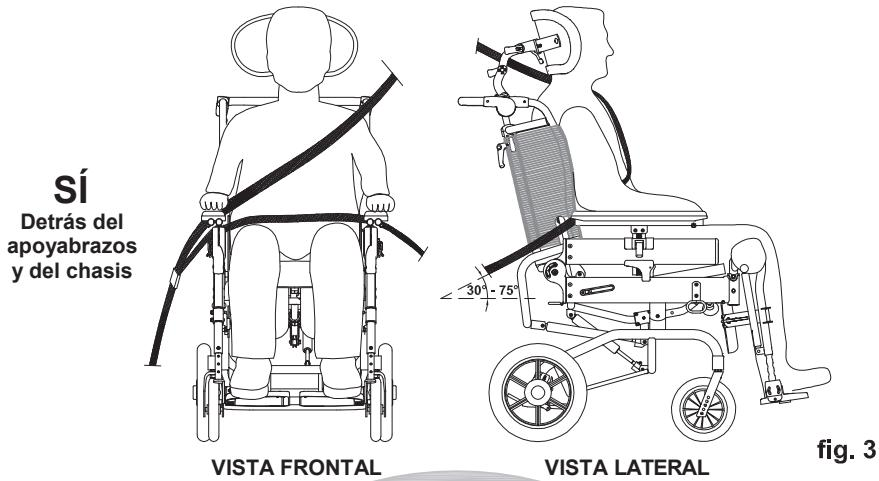

fig. 3
- **LA SILLA DE PASEO DEBE SUJETARSE AL VEHÍCULO CON EL RESPALDO Y EL REPOSAPIÉS EN POSICIÓN VERTICAL mediante: 1) un sistema de cinturones de sujeción de 4 puntos conforme con la norma ISO 10542-2 suministrado con el vehículo (ver fig.2 pág. 14) y 2) el accesorio 891 – ANCLAJES (4 anillos) (ver fig. 1 pág.13, fig. 2 pág. 14 y fig.3 pág.15)**
- para que funcionen eficazmente, los cinturones de sujeción deben adherirse bien al cuerpo del usuario: prestar atención para que los componentes o las piezas de la silla de ruedas, como las ruedas o los laterales no los alejen (ver fig.3 y 4 pág.15).
- el cinturón diagonal torácico debe colocarse sobre los hombros, (ver fig.3 pág.15)
¡ATENCIÓN! El cinturón pélvico debe colocarse bajo, de tal modo que el ángulo del mismo se encuentre en la zona preferida de 30 a 75 grados (ver fig. 3). De todos modos, es preferible un ángulo mayor en el interior de la zona indicada